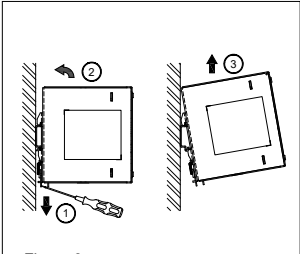

Figure 3
- 4. Demontage (Abb. 3)
Ziehen Sie zur Demontage den Einrasthebel mit einem Schraubendreher nach unten, wie in Abb. 3 dargestellt.
- 4. Dismounting (Fig. 3)
To uninstall, pull or slide down the latch as shown in Fig. 3.